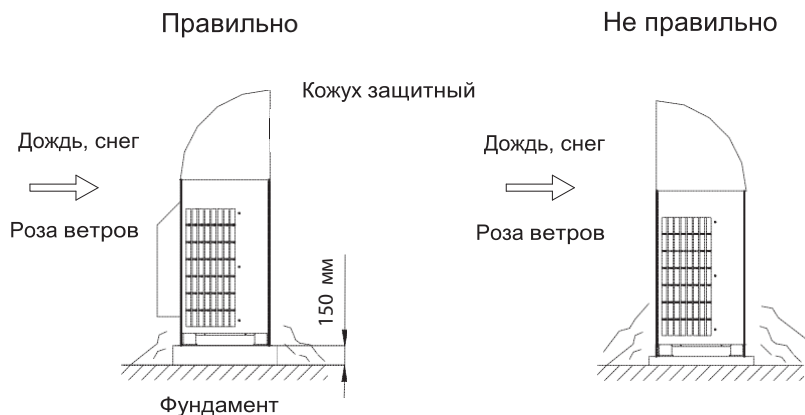

Рис. 10.5
10.1.7.1 В целях исключения попадания в корпус внешнего блока осадков (снег, дождь) рекомендуется устанавливать на верхнюю часть блока защитный кожух (рис. 10.5).